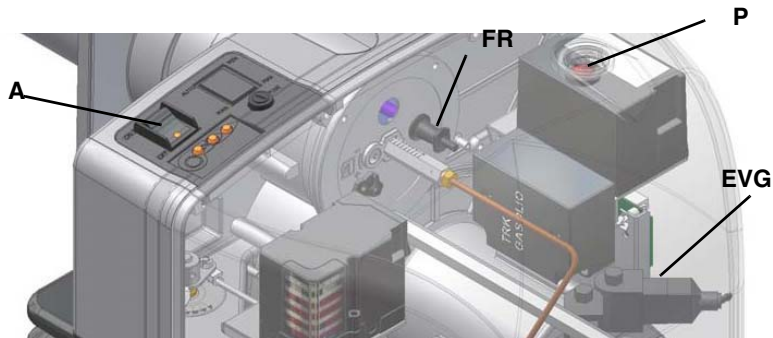

Fig. 9
- 2 Porniti arzatorul comutand butonul de alimentare la retea **A** in pozitie de ON (Fig. 9) la modelele cu "Doua trepte" ;
Daca arzatorul se blocheaza , apasati butonul de deblocare **P** (Fig. 9) si repetati procedura .